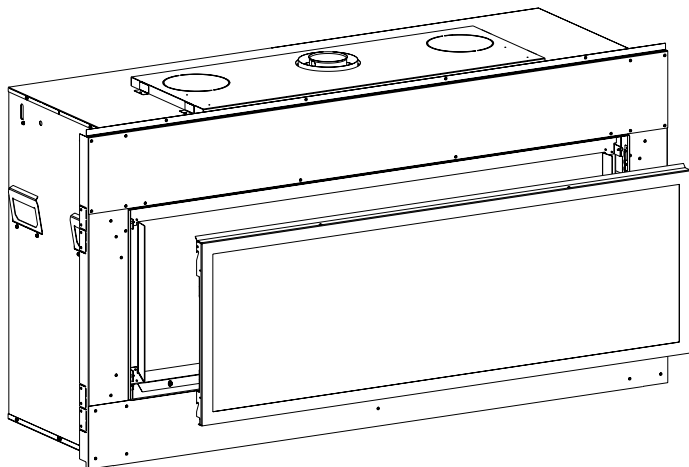

Figure 90
2. Retirer les 3 boulons sur le bord inférieur de l'encadrement de vitre à l'aide d'une douille de 9/16 po. Basculer le bas de l'encadrement de vitre vers soi et le tirer vers le haut pour l'extraire de l'appareil. **Voir Figures 90 et 91.**